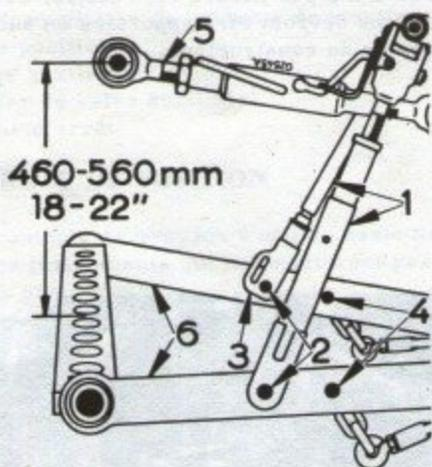

Fig. 39
Le point d'attelage du bras de poussée sur la charrue doit être situé entre 46 cm et 56 cm des bras de traction. Voir Fig. 39. Corrigez cette hauteur si nécessaire, en modifiant les points d'attelage sur la charrue.
La chape d'attelage (1) Fig. 39 est munie de trois trous pour la fixation du bras de poussée. La sensibilité de la réaction du système est obtenue en fixant le bras de poussée dans un de ces trous, cependant la sensibilité est plus grande lorsque le bras de poussée est fixé au trou supérieur.